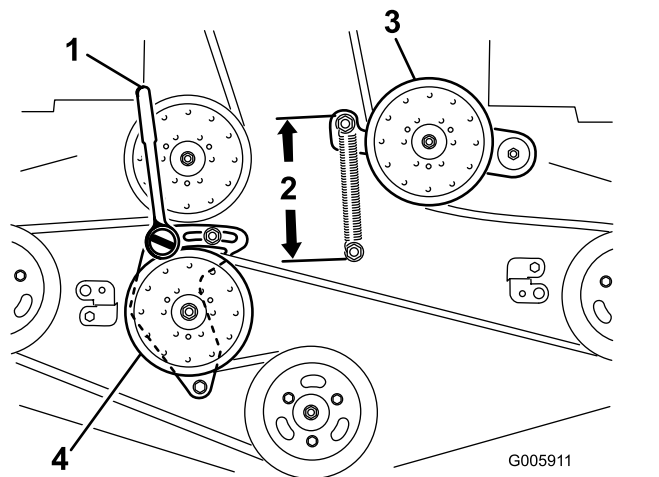

Figure 60
6. Desserrez le bras de la poulie de renvoi fixe pour détendre la courroie (Figure 60).
9. Insérez une douille courte avec manche à rochet ou une barre de levier dans le trou carré du bras de la poulie de renvoi fixe (Figure 60).
11. Pour augmenter la tension de la courroie, tournez le manche à rochet ou la barre de levier dans le sens antihoraire pour déplacer le bras de poulie fixe jusqu'à ce que les crochets du ressort soient espacés de 16,5 cm (Figure 60).